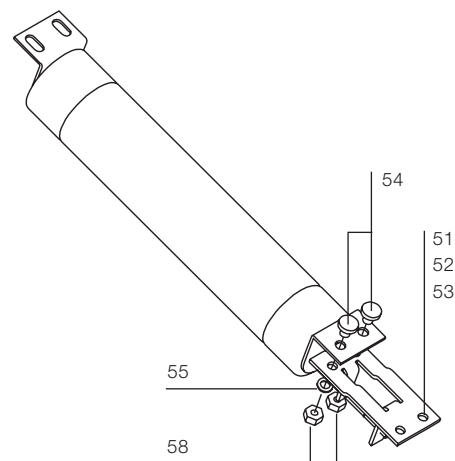

Fig. 20a
a) Montaje de los adaptadores (fig. 20a)